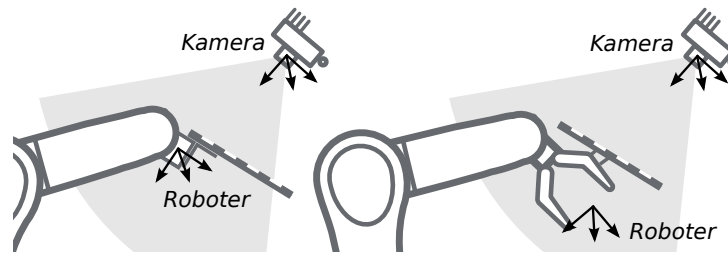

Abb. 5.23: Alternative Montageoptionen für die Befestigung des Kalibrierusters am Roboter
5.22 und Abb. 5.23 angegeben, angebracht werden.
Bemerkung: Für das Modul zur Hand-Auge-Kalibrierung spielt es keine Rolle, wie das Kalibriermuster in Bezug auf das benutzerdefinierte *Roboter*-Koordinatensystem genau angebracht und positioniert wird. Das bedeutet, dass die relative Positionierung des Kalibrierhalters zu diesem Koordinatensystem weder bekannt sein muss, noch für die Kalibrierroutine relevant ist (siehe in Abb. 5.23).